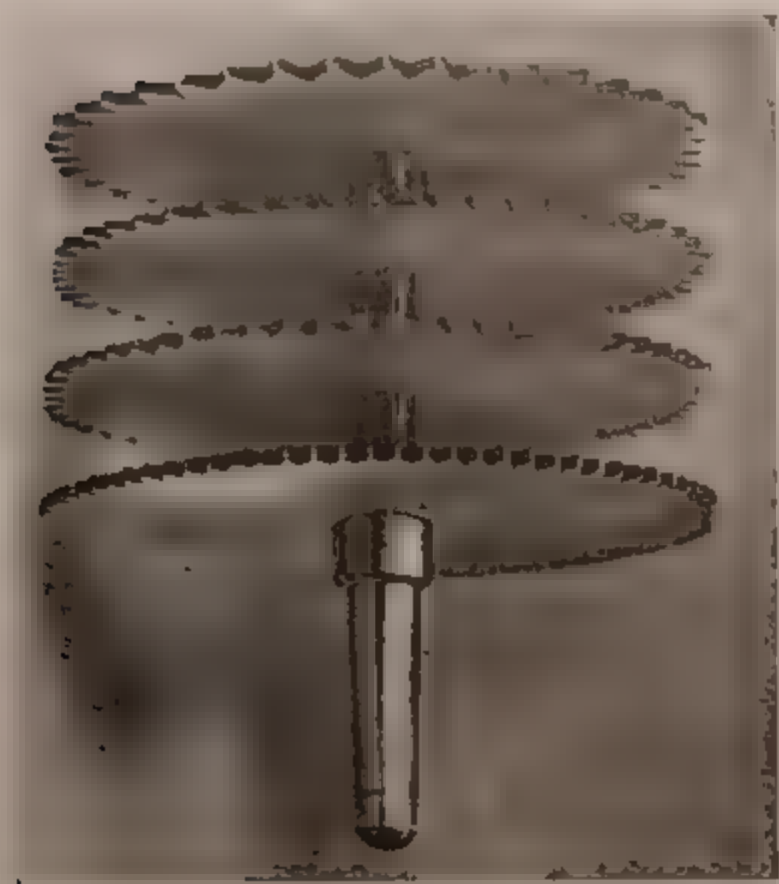

Fig. 87. — SIRENA A RUOTE DENTATE.
**63. Limite dei suoni.** — Vi sono degli apparecchi che permettono di contare le vibrazioni dei suoni da essi prodotti e quindi di provarle in numero determinato. Il più semplice è la *sirena* o *ruota di Savart* che si riduce ad una ruota dentata (fig. 87), di cui si può, con un contagiri, determinare la velocità di rotazione. Sforando con un cartoncino o con una laminetta tenuta fra le dita, i denti della ruota, si producono anche nell'aria delle vibrazioni sonore. Se la ruota va lentamente, non si sente che il fruscio della lamina, ma se, crescendo la velocità, il numero dei denti urtati diviene superiore a 16 al minuto secondo, si distingue dapprima un suono molto *basso* o *grave*, che va diventando sempre più alto ed *acuto*, fino a trasformarsi in uno stridore acutissimo che